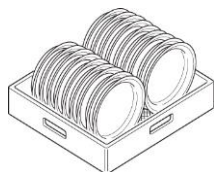

Fig.17
- 1- Ranger les assiettes en face avant. (Fig.17)